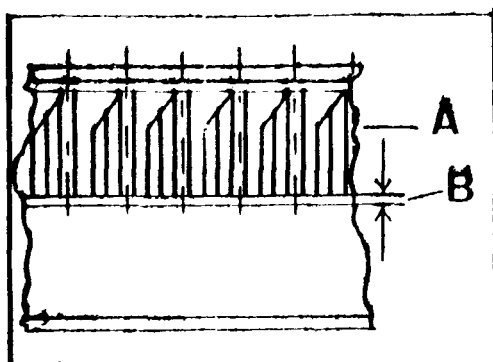

Fig. A1-119 Montaje de la corona del volante motor
- 2.2. Calentar la nueva corona a unos 250°C y situarla sobre el volante en la posición que indica la Fig. A1-119, tomando las precauciones necesarias para evitar quemaduras.
- 2.3. Introducir la corona en el volante de forma uniforme hasta conseguir la posición indicada en la Fig. A1-119.